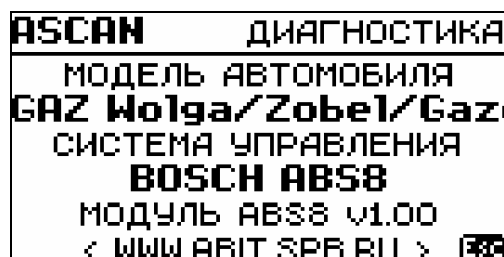

Рис. 6 Сведения о программе
2.1.3 **О ПРОГРАММЕ** – сведения о программном модуле (рис. 6).